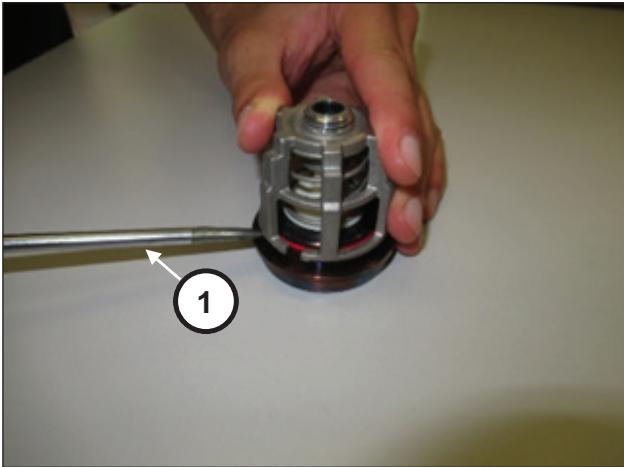

Abb. 106
Bauen Sie die Saug- und Druckventilgruppen durch Aushebeln mithilfe einfacher Werkzeuge aus (Pos. ①, Abb. 106).